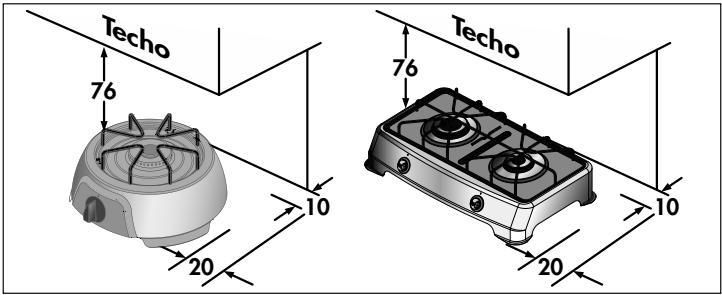

Figura 3.
- La ubicación del producto respecto a las paredes adyacentes de un recinto deberá cumplir las medidas mostradas en la figura 3.